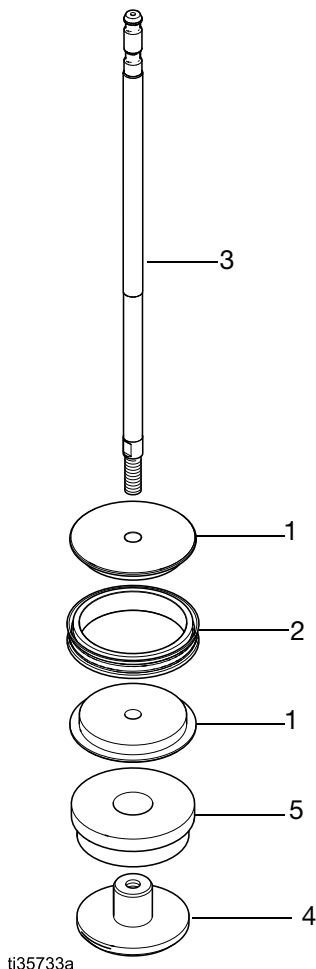

Рис. 5. Разборка или сборка поршня
См. Рис. 5, стр. 10.
1. Поместите половинки поршня (1) вокруг сальникового уплотнения поршня (2) и соедините со щелчком. См. Рис. 5.
2. Нанесите высокопрочное (красное) покрытие Loctite® 268, 263 или 2760 на наружные резьбы штока (3), при этом нанесите средство на 360° резьбы. Привинтите шток (3) через поршень (1) и проставку (5) к поршневой гайке (4). Затяните гайку поршня (4) с моментом 129–135 Нм (95–100 фут-фунтов). Перед эксплуатацией необходимо подождать не менее 12 часов, чтобы фиксатор затвердел.